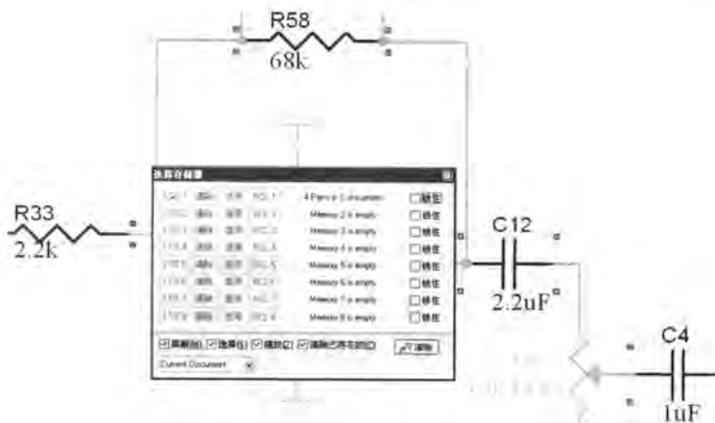

图 4-25 浏览【Memory 1】中的对象
- [2] 单击【Memory 1】中的 适用 按钮，可以看到在原理图中只有【Memory 1】中存放的 4 个对象，即 2 个电阻和 2 个电容处于被选中状态，并且以放大方式高亮显示出来，而其他对象都处于屏蔽状态，便于用户更清楚地浏览，如图 4-25 所示。